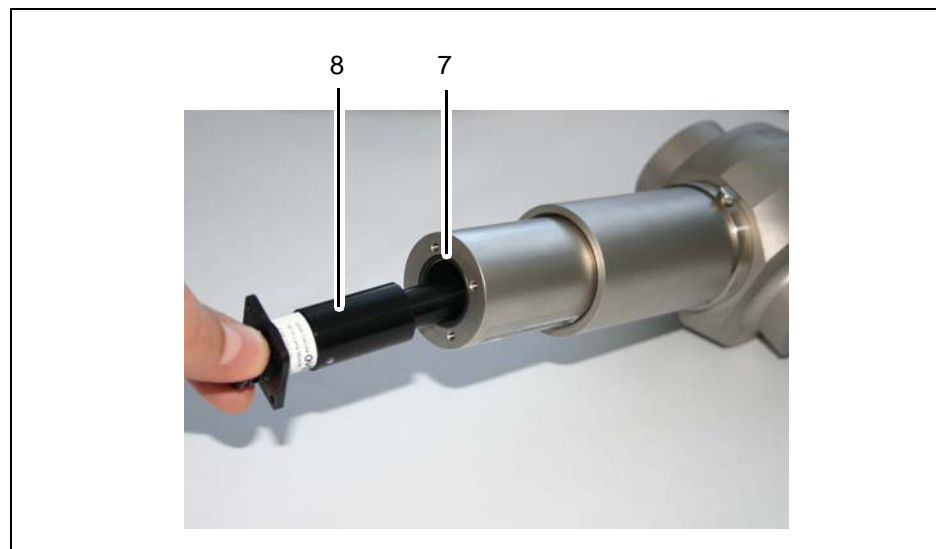

Fig. 11 Cambiar el módulo de la lámpara
4. Extraiga el módulo de la lámpara (8, fig. 11).
5. Compruebe si hay un anillo tórico (7) para el módulo de la lámpara.